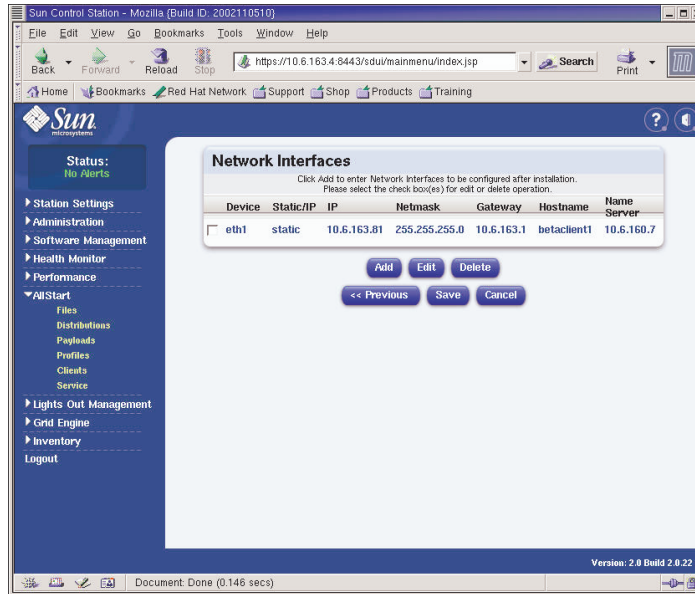

FIGURA 2-20 Finestra Network Interfaces (client AllStart)
7. Dopo aver completato la definizione delle interfacce di rete, fare clic su Save. Viene visualizzata nuovamente la finestra Network Interfaces. L'interfaccia di rete creata è inclusa nell'elenco (per un esempio, vedere la FIGURA 2-20).